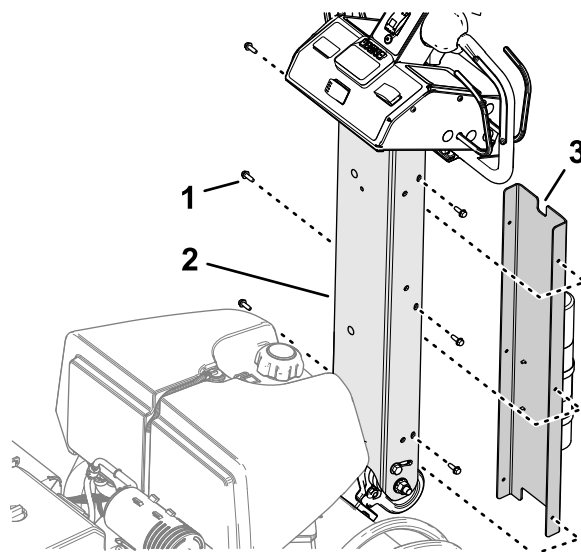

**Figura 12**
1. Allineate il piccolo incavo del coprimaniglia con l'incavo in alto (**Figura 12**).